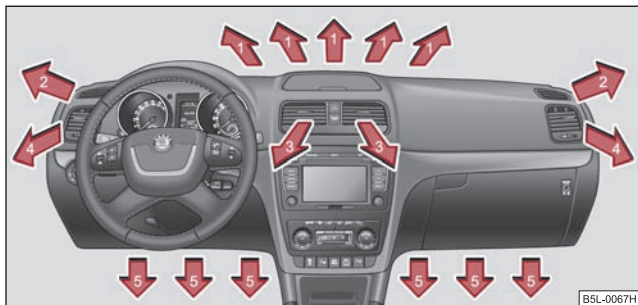
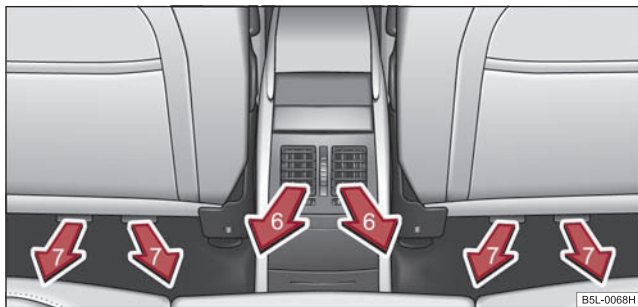

Fig. 106 Difusores de aire delanteros
Fig. 107 Difusores de aire traseros
- Gire la rueda horizontal (hacia la derecha) ⇒ fig. 106.
- Gire la ruedecilla vertical (entre las posiciones finales) ⇒ fig. 107.
Los difusores 3, 4 ⇒ fig. 106 y 6 ⇒ fig. 107 se pueden cerrar y abrir por separado.
Le recomendamos que deje los difusores de salida de aire 3 ⇒ página 98, fig. 106 en posición abierta. ■